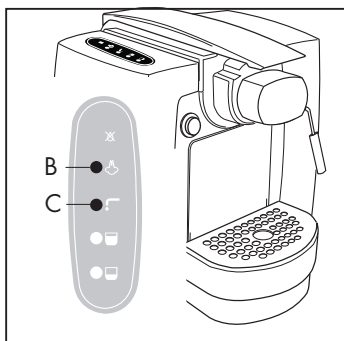

Fig. 13
- Enfoncer touche vapeur ☺ (B) (Fig. 13).